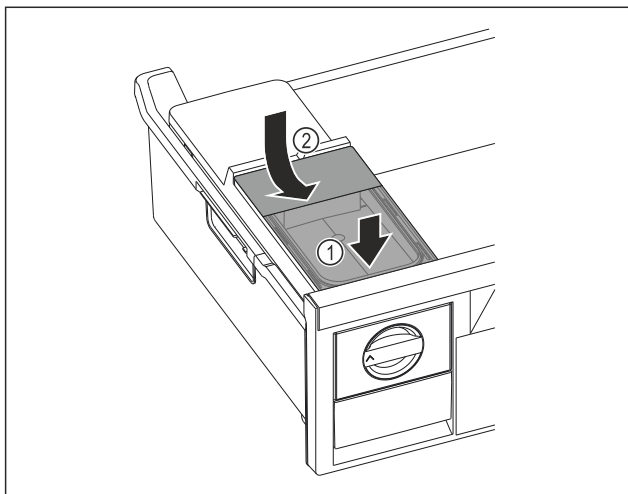

Fig. 80
- Collegare il serbatoio dell'acqua alla parte anteriore. Fig. 80 (1)
- Abbassare il serbatoio dell'acqua posteriore. Fig. 80 (2)